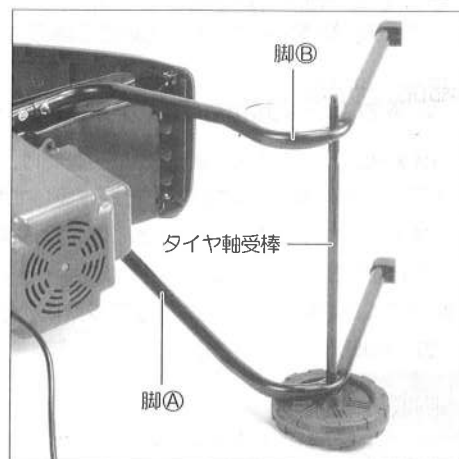

図4
- ・取付方法は**(A)**と同じ方法で取付けをしてください。(図4参照)